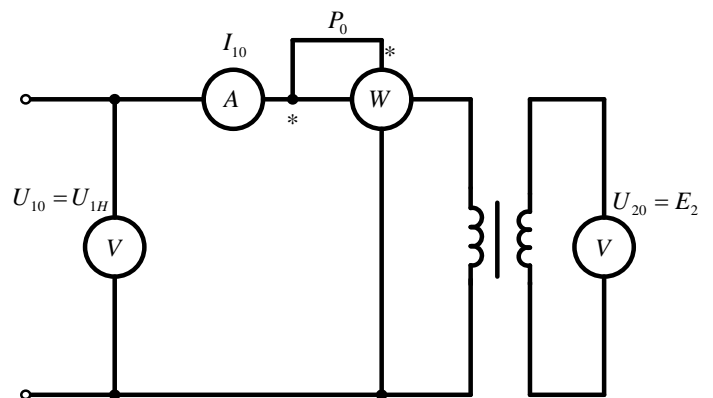

Рисунок 1
3. На рис.1 показана схема для: